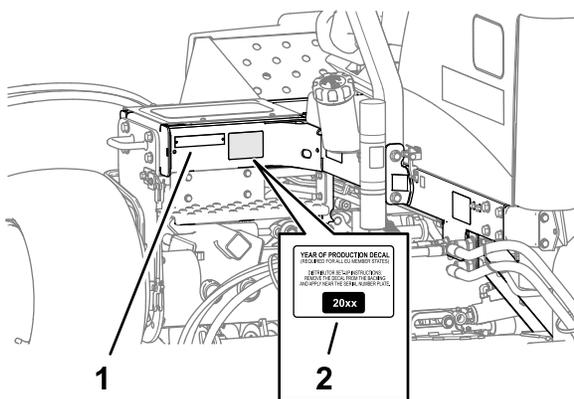

図 37
- 機体左側フレームのモデル・シリアル番号プレート付近をアルコールできれいに拭いて乾燥させる 図 37。
2. 製造年デカルの裏紙をはがし、図 37 のようにモデル・シリアル番号プレートの近くに貼り付ける。